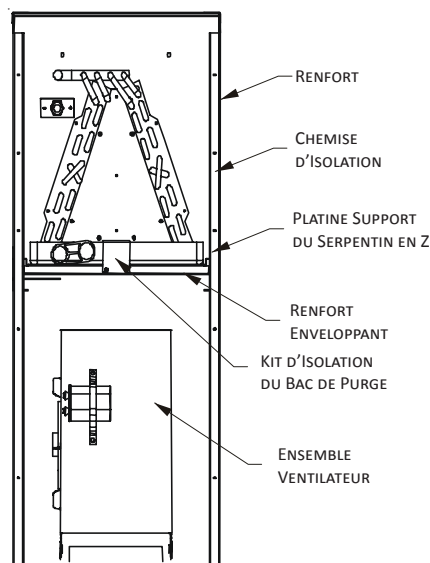

FIGURE 5
Pour réaliser la conversion, faites glisser le serpentin d'évaporation à l'intérieur du châssis et fixez les trois (3) panneaux d'accès. (figure 5).